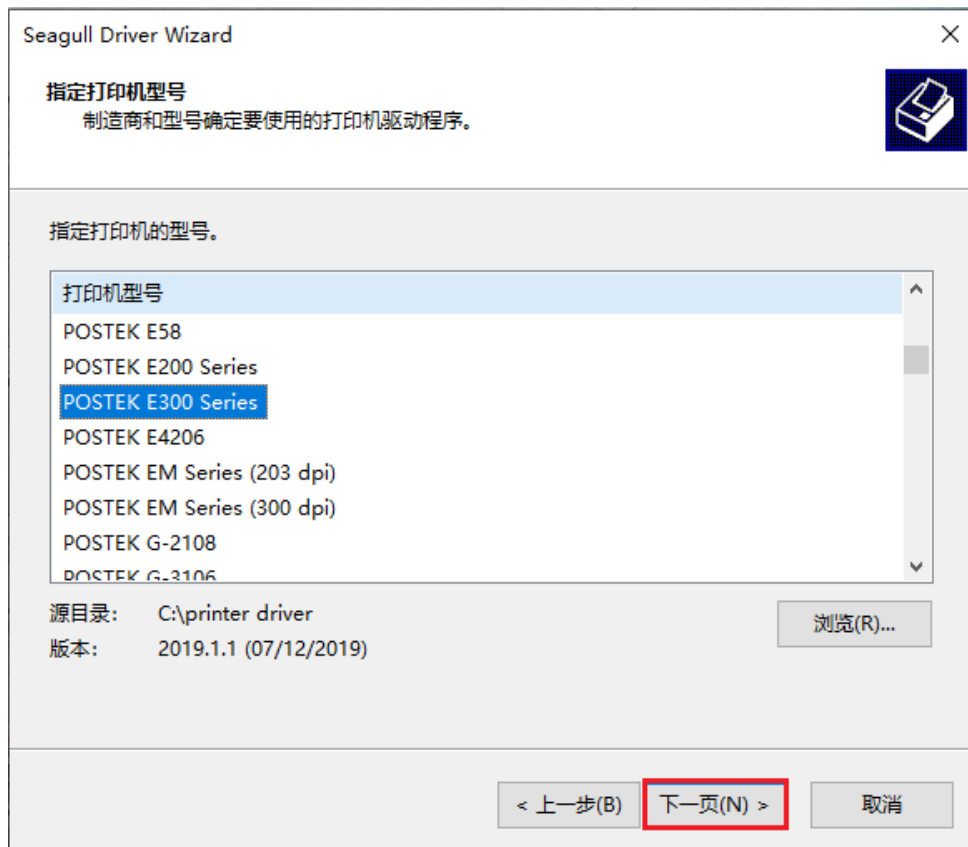

图 2-39 指定打印机型号界面
4. 在“指定打印机型号”界面中，选择相应打印机型号（以 POSTEK E300 Series 为例），点击“下一页”，如图 2-39 所示。